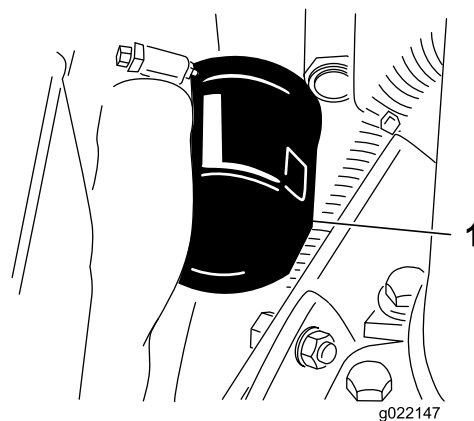

Figura 53
2. Togliete il filtro dell'olio (Figura 53). Applicare un velo di olio pulito sulla tenuta del nuovo filtro prima di avvitare. **Non serrate troppo.**